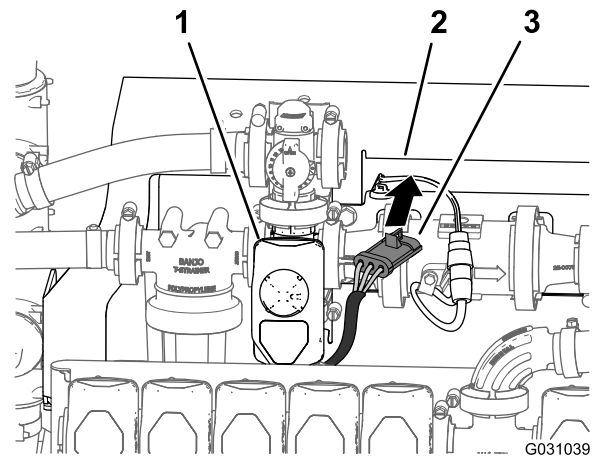

Bild 129
5. Verlegen Sie den 3-Stift-Stecker für den Kabelbaum des Rührwerkventils nach vorne zur Verteilerbefestigung (**Bild 129**).